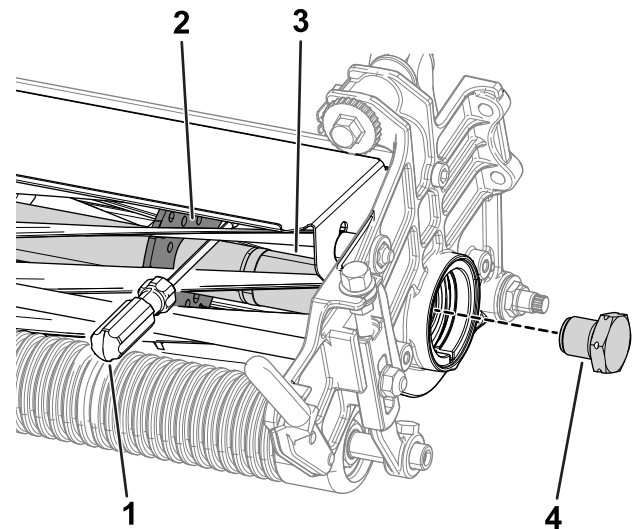

Figura 28
1. Inserite un piede di porco con manico lungo ( $\frac{3}{8}$ " x 12" raccomandato con manico a cacciavite) attraverso la parte anteriore del cilindro di taglio, più vicino al lato dell'apparato di taglio da serrare (Figura 28).
2. Posizionate il piede di porco contro il lato di saldatura della piastra di supporto del cilindro (Figura 28).